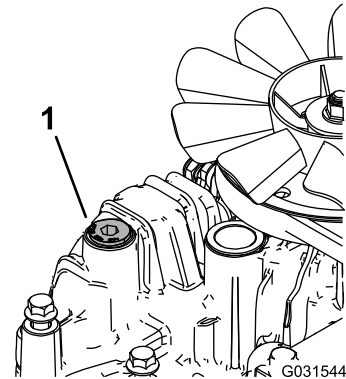

図 73
11. 各トランスミッションに通気プラグを、ぐらつく程度に軽く取り付ける 図 73。